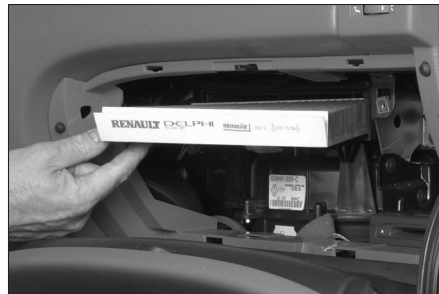

FIG. 8
- Extraire le filtre habitacle (fig. 8).